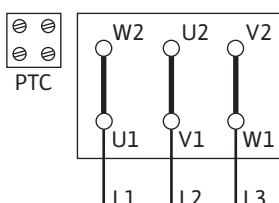

Fig. 12: Couplage Δ
- L'alimentation réseau dépend de la puissance moteur P2, de la tension d'alimentation et du type de branchement. Consulter le tableau suivant ainsi que les Fig. 12, 13 et 14 pour connaître le couplage requis des ponts de raccordement dans la boîte à bornes.